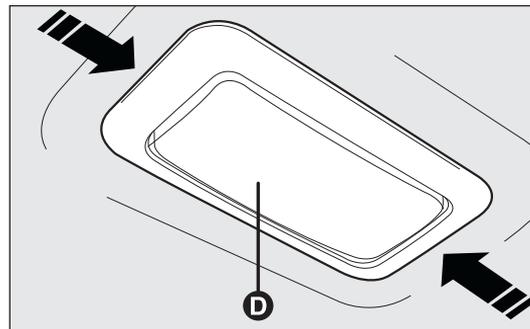
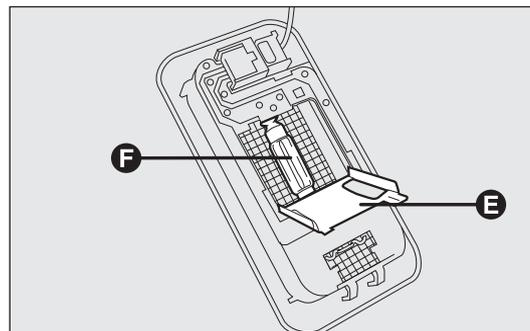

fig. 182
fig. 183
- agir sur les points indiqués par les flèches et enlever le plafonnier D-fig. 182 ;
- ouvrir le volet de protection E-fig. 183 ;
- remplacer l'ampoule F-fig. 183 en la dégagant des contacts latéraux et en s'assurant que la nouvelle ampoule soit correctement bloquée entre les contacts mêmes ;
- refermer le volet de protection E-fig. 183 et réinsérer le plafonnier D-fig. 182 dans son logement en s'assurant de son blocage.